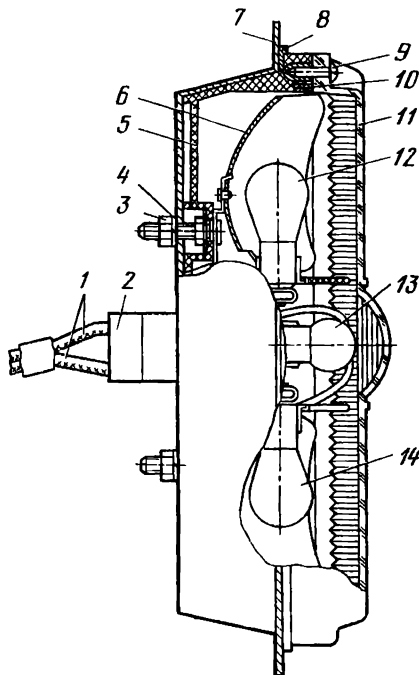

Рис. 194. Задний фонарь:
**Задние фонари.** На автомобиле установлены два одинаковых вертикальных задних фонаря ФП132 (рис. 194) трехлампового типа, состоящие из верхней лампы 12 (А12-21-3), предназначенной